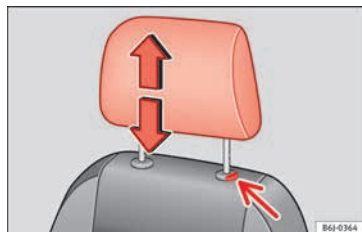

Abb. 141 Kopfstütze einstellen oder ausbauen.
- Drücken Sie die Taste »» **Abb. 141** (Pfeil).